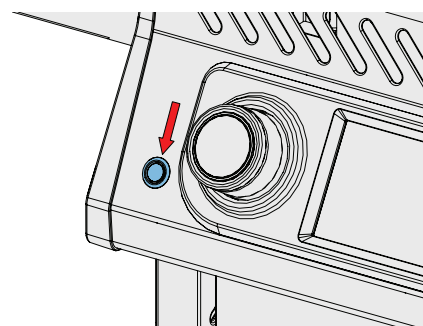

Рис. 5
- Переконайтеся, що ваш пристрій увімкнено. (Рис. 5)